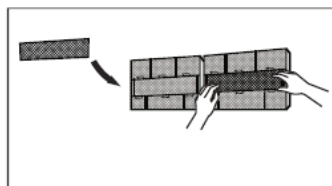

fig. 16 -
4. Rimuovere il filtro purificatore d'aria posto sul retro del filtro principale ("fig. 16 -") e pulirlo con l'aspirapolvere